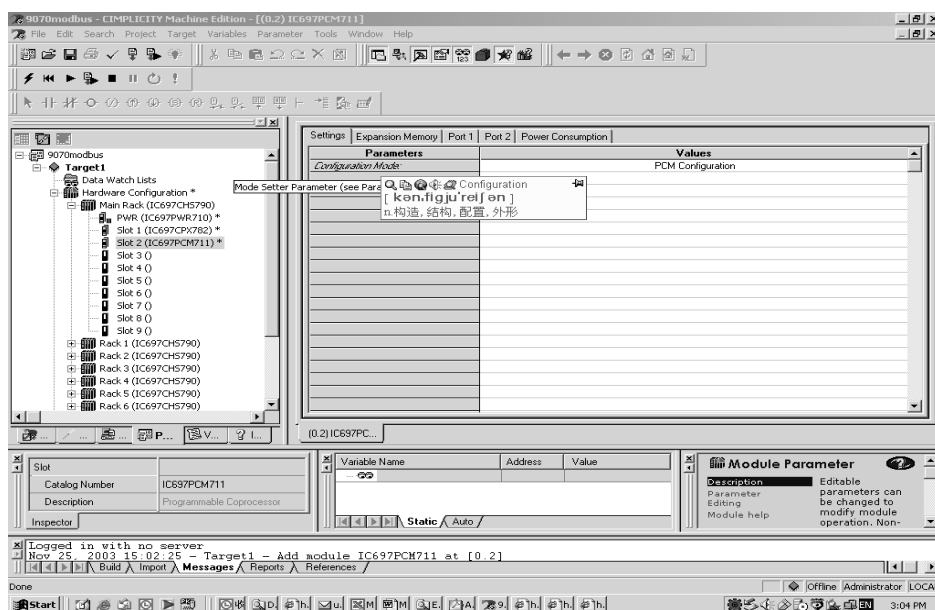

图 10
5. 在出现的画面上部选择 “Intelligent Option”，然后选择 “IC697PCM711”，将 “Configuration Mode” 默认的 “CCM Only” 改为 “PCM Configuration” 出现图 10 画面。